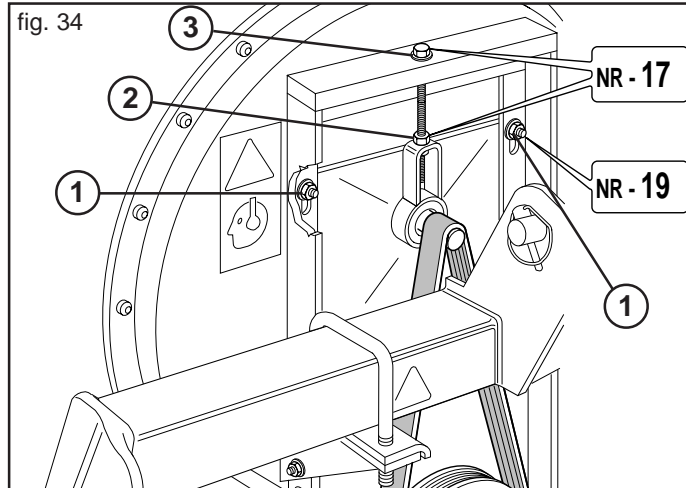

fig. 34
- Aflojar los tornillos (1 Fig. 34).
- Aflojar la tuerca (2 Fig. 34).
- Poner en tracción la correa apretando el tornillo (3 Fig. 34).